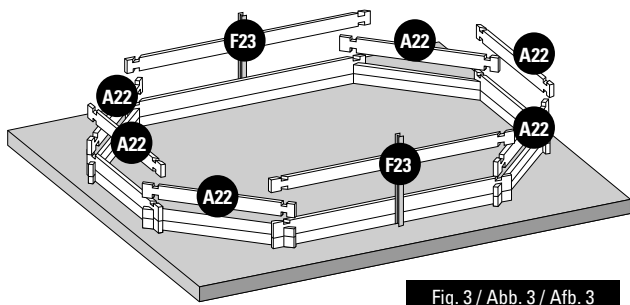

Fig. 3 / Abb. 3 / Afb. 3
- EN 3rd LAYER OF BOARDS:** Install the third layer of boards as shown in figure 3. The position of the refilling fitting with the key and the skimmer should be defined at the start of the assembly (read the specific paragraphs).
- FR 3^{ÈME} RANGÉE MADRIERS :** Positionnez les madriers de la 6^{ème} rangée conformément à la figure 3. Vous devez avoir déterminé l'emplacement de la buse de refoulement et du skimmer dès le début du montage (voir paragraphes spécifiques).
- DE 3. BRETTERREIH:** Platzieren Sie die Bretter der dritten Reihe laut Abb. 3. Zu Beginn der Montage müssen Sie die Lage des Druckventils und des Skimmers festlegen (lesen Sie hierzu die entsprechenden Abschnitte).
- NL 3ª RIJ PLANKEN:** Plaats de planken van de derde rij zoals te zien is op afbeelding 3. U moet al bij aanvang van de montage bepalen op welke plaats het uitstroommondstuk en de skimmer moet komen (less de betreffende paragrafen).